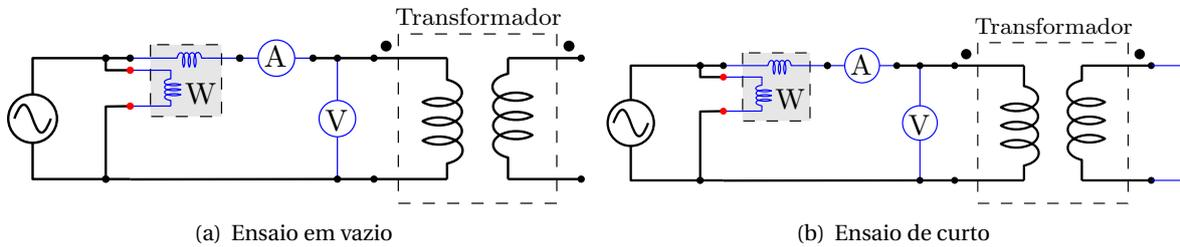

Figura 6.6: Ligação dos equipamentos nos ensaios em vazio e de curto-circuito
O lado de baixa é alimentado com tensão nominal e o lado de alta é mantido em aberto, como mostrado n Figura 6.6(a). Após este procedimento, são medidas a tensão, a corrente e a potência no primário. Este ensaio permite a determinação de R_c e X_m .
O lado de alta é ligado a uma fonte ajustável de tensão, inicialmente zerada, e o lado de baixa é curto-circuitado, como mostrado n Figura 6.6(b). Em seguida, a fonte de tensão deve ser gradativamente
- Considerando o transformador na configuração $220V:220V$, monte o circuito da figura 6.6(a).
- Considerando o transformador na configuração $220V:220V$, monte o circuito da figura 6.6(b).